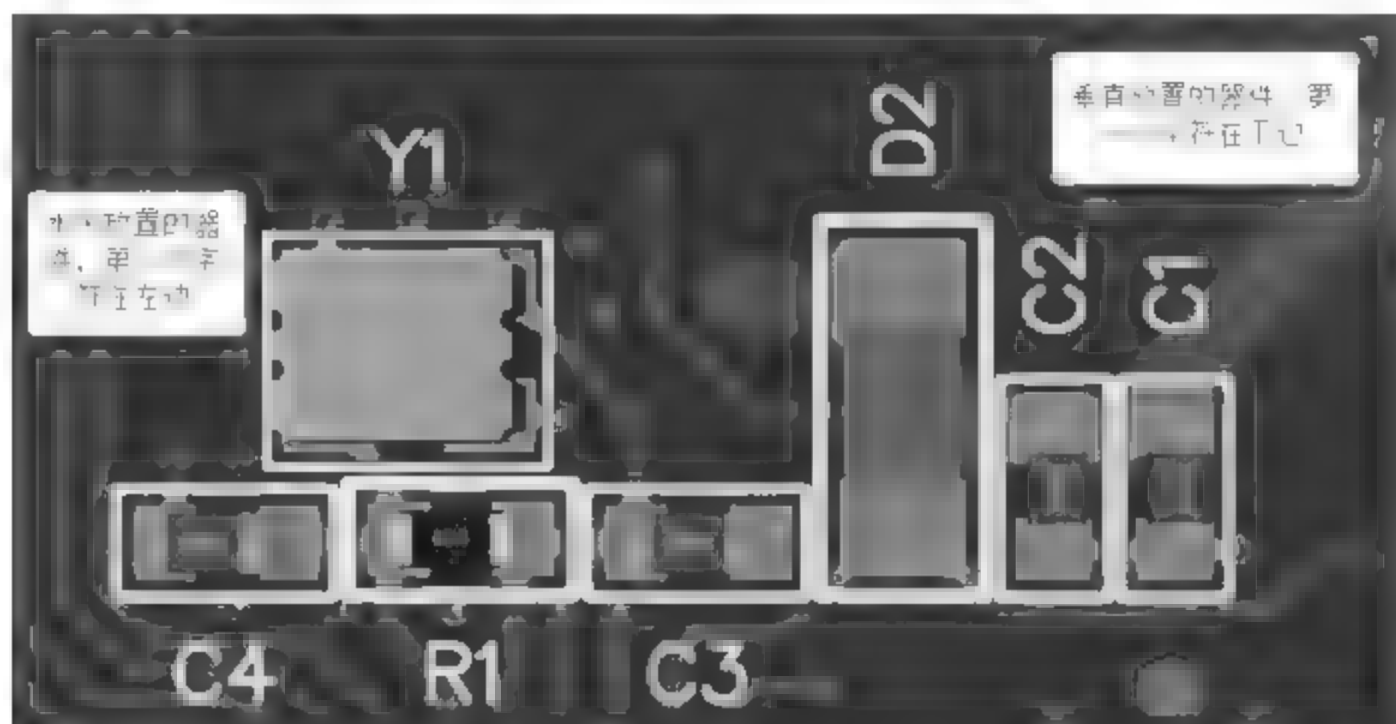

图 6-10 位号方向
(3) 位号方向和元件方向尽量统一。一般对于水平放置的元器件是第一个字符放在最左边,对于竖直的元器件是第一个字符放在最下面,如图 6-10 所示。